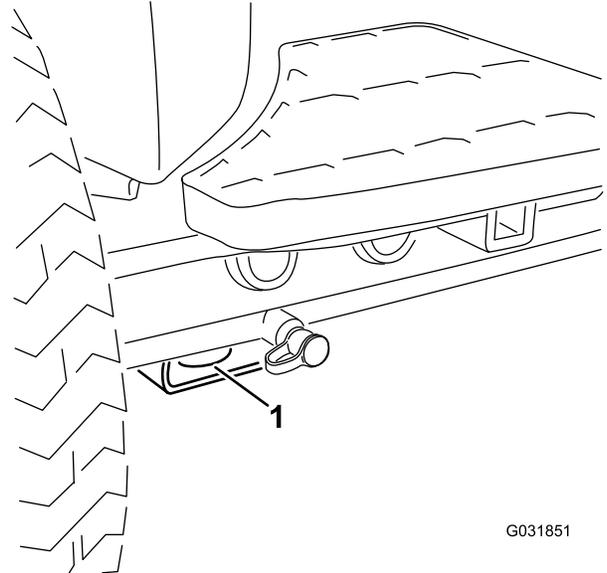
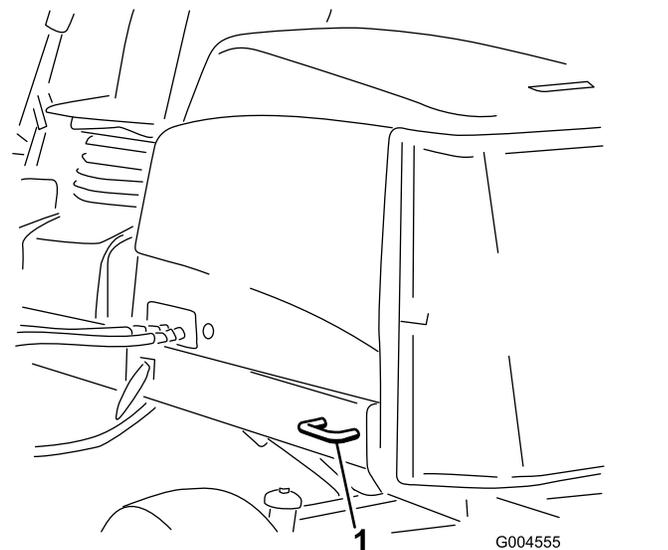

Figure 56
Figure 57
- Arrimez solidement la machine au moyen de sangles, chaînes, câbles ou cordes. Les sangles avant et arrière doivent être dirigées vers le bas et l'extérieur de la machine ; voir la Figure 56 et la Figure 57.
- Avant – trou du patin rectangulaire, sous le tube d'essieu, à l'intérieur de chaque roue avant (Figure 56)
- Arrière – chaque côté de la machine sur le cadre arrière (Figure 57)